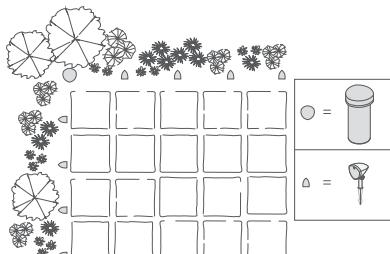

Figure 3
- Ajouté à un système d'extérieur LS-6.1 Definitive Technology existant pour étendre la couverture (voir Figure 3)